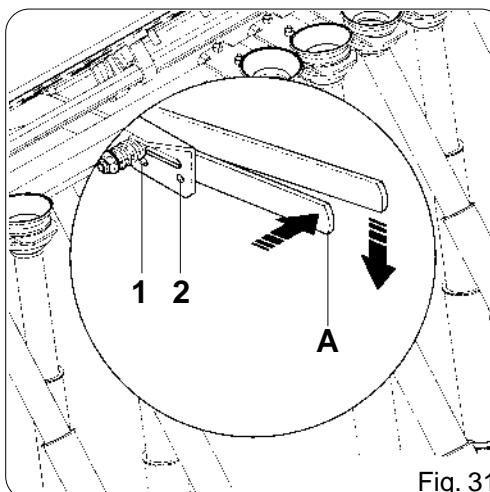

Fig. 31
- Abbassare la bussoliera mediante la leva (A Fig. 31): con una leggera pressione laterale, spostare la posizione del piolino della leva da (1) a (2).
- To lower the rack, use the lever (A Fig. 31): slightly pushing sideways, shift the position of the lever pin from (1) to (2).
- das Gestell mittels des Hebel (A, Abb. 31) absenken: Durch einen leichten seitlichen Druck die Stellung der Hebelsprosse von (1) auf (2) verschieben.
- Abaisser le râtelier au moyen du levier (A Fig. 31): par une légère pression latérale, déplacer le pivot du levier de la position (1) à la position (2).
- Bajar el rastrillo utilizando la palanca (A Fig.31): con una ligera presión lateral, mover la posición de los espigas de la palanca de (1) a (2).